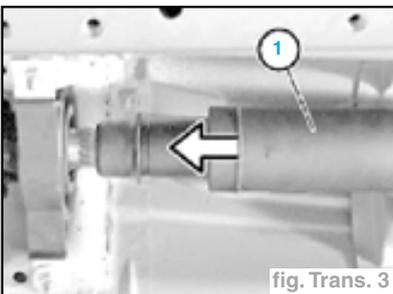

fig. Trans. 3
- Glisser l'arbre de transmission arrière (1) vers l'AV (fig. Trans. 3).